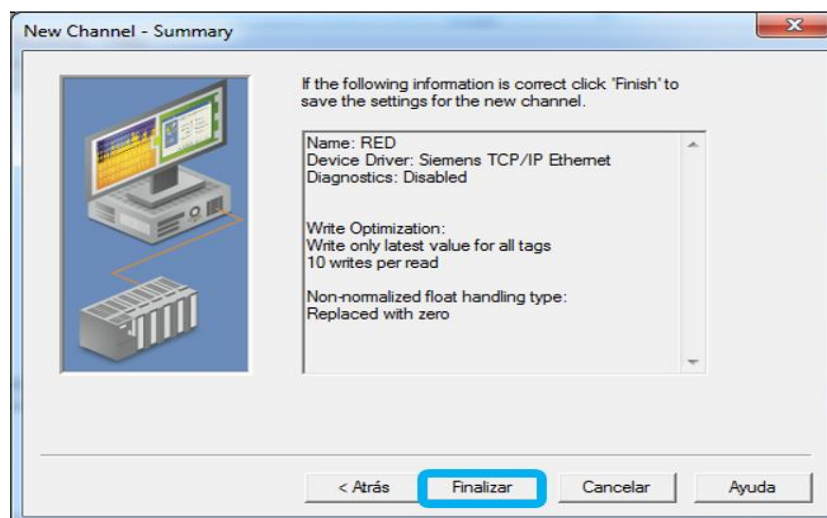

Figura 2.67: Finalizar la configuración del canal del OPC.
6. Dar clic en finalizar como se indica en la figura 2.67 para terminar la configuración del canal.